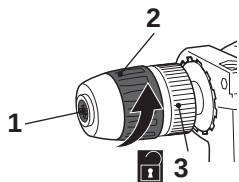
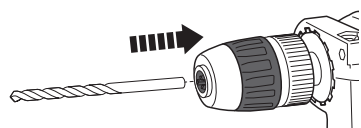

Fig. 1
Fig. 2
- > Maintenez la bague de maintien [3] en position et faites tourner la bague de serrage [2] dans le sens antihoraire jusqu'à ce que le mandrin [1] soit suffisamment ouvert pour introduire le foret (Fig. 1). Insérez entièrement le foret jusqu'à la butée (Fig. 2).